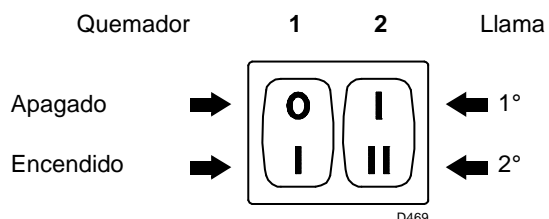
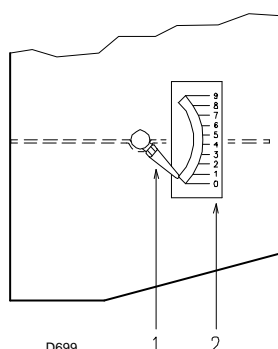
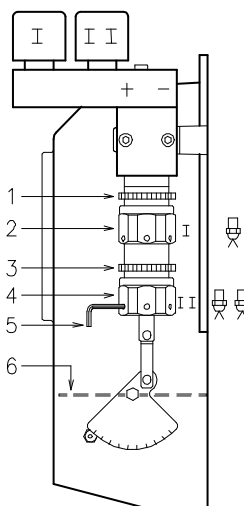

Fig. 22
Fig. 23
Fig. 24
- Poner en marcha el quemador cerrando los termostatos y con el interruptor 1) (Fig. 22 pág. 19) en la posición "MARCHA". La
- Cuando el gasóleo sale por el tornillo 3), es indicativo de que la bomba está cebada. Parar el quemador: interruptor 1) (Fig. 22 pág. 19). en posición "PARO" y apretar el tornillo 3).
Situar el interruptor 1) (Fig. 22) en la posición "MARCHA".
Mantener el quemador funcionando en 1ª llama, situando el interruptor 2) (Fig. 22) en la posición 1ª llama. La abertura del registro 6) (Fig. 24) debe ser proporcionada a la boquilla elegida: el índice 1) (Fig. 23) debe corresponder con la muesca 2) (Fig. 23) que se indica en la tabla (Tab. E) El reglaje se efectúa girando el hexágono 2) (Fig. 24):
Situar el n° posición 2,3 (Fig. 23) con el índice 1).
Cuando termina la regulación bloquear el exágono 2) (Fig. 24) con la contratuerca.
N° = Posición 2) (Fig. 23)
Situar el interruptor 2) (Fig. 22.pág. 19) en posición 2ª llama y regular el registro 6) (Fig. 24) actuando sobre el hexágono 4) (Fig. 24), después de haber aflojado la contratuerca 3) (Fig. 24)
para facilitar la regulación de los hexágonos 2) y 4) (Fig. 24), utilizar una llave hexagonal de 3 mm 5) (Fig. 24).